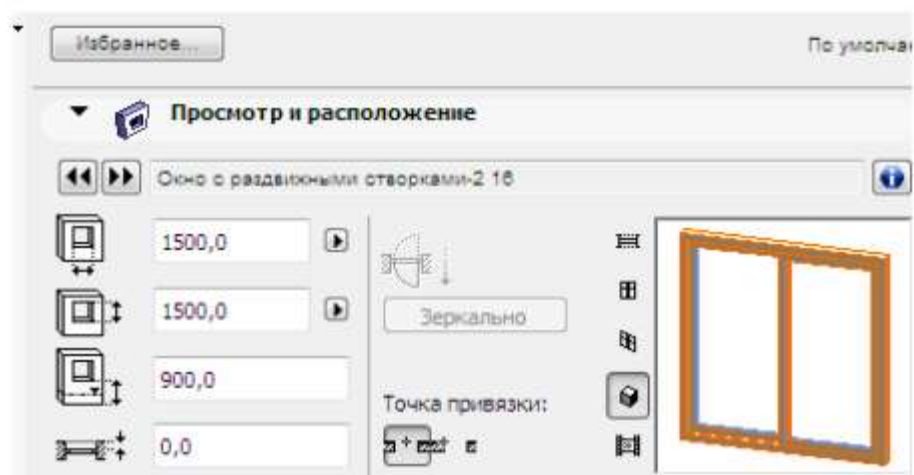

Рисунок 7.22
2. Активизируйте взгляд **1.1-й этаж** в карте проекта и, используя инструмент **Окно**, выберите в панели **Избранное** нужный тип окна . Выполните последовательные попарные щелчки в тех местах наружных стен, где располагаются окна на фоновом чертеже, приблизительно в средней части оконного проема (рисунок 7.22), чтобы они как можно точнее соответствовали исходному заданию, представленному в качестве фона-